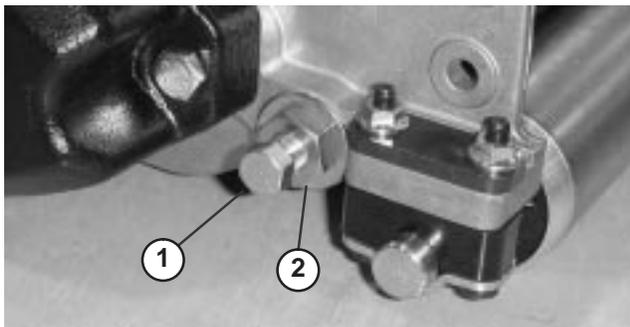
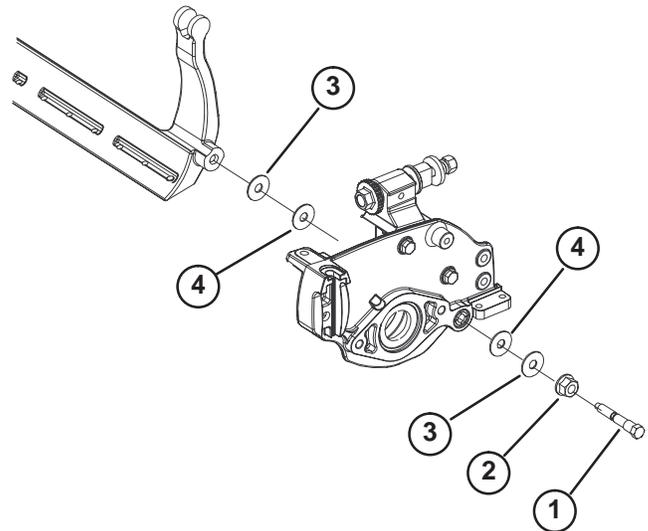

Figure 18
Figure 19
3. De chaque côté de la machine, desserrez l'écrou de fixation du boulon de la barre d'appui (Fig. 18).
4. Retirez les boulons de la barre d'appui de façon à pouvoir abaisser la barre et la déposer de la machine (Fig. 18). Prévoyez 2 rondelles en nylon et 2 rondelles en acier estampé de chaque côté de la barre d'appui (Fig. 19).
2. Fixez la barre d'appui sur chaque plaque latérale avec les boulons (munis d'écrous de blocage) et 8 rondelles. Une rondelle en nylon doit être placée de chaque côté du bossage de la plaque latérale. Placez une rondelle en acier à l'extérieur de chaque rondelle en nylon (Fig. 19). Serrez les boulons à 27,1–36,2 Nm. Serrez les écrous à collerette de façon à éliminer le jeu axial ; ne les serrez pas excessivement et ne déformez pas les plaques latérales. Les rondelles intérieures peuvent présenter un espace.